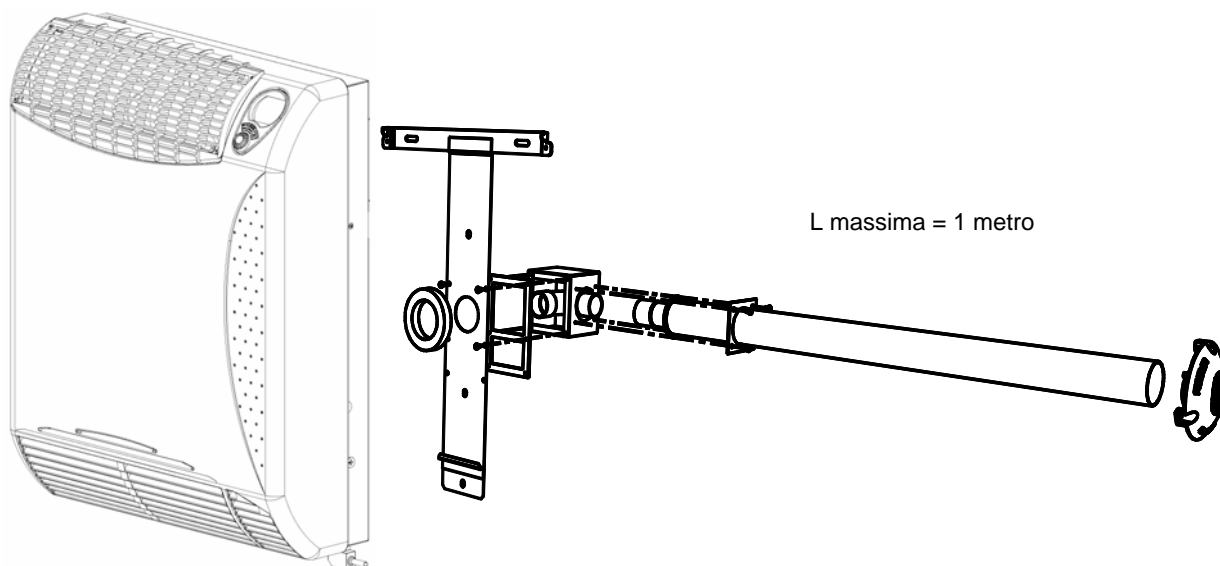

Figura 4 - Esempio di installazione con tubi coassiali a 90°
- Con tubi coassiali con uscita a 90° (lunghezza massima tubi 1 metro) (vedi Figura 4). In questo caso è necessario utilizzare la cuffia 90° per scarico coassiale disponibile come accessorio.